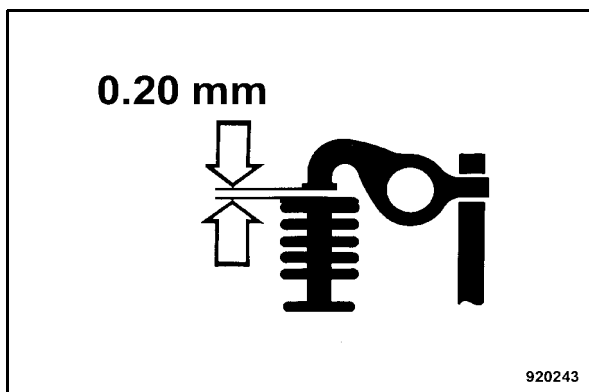

Fig. 164
- Contrôler l'écartement entre le bas du levier du culbuteur et la soupape au moyen d'une jauge (Fig. 164).